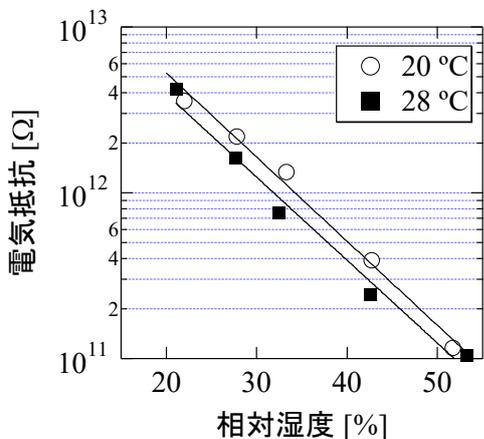

図 4 電気抵抗と相対湿度の関係
図 3 に 20 °C 及び 28 °C における異なる 5 つの湿度条件から得られた τ と絶対湿度との関係を示します。 τ は絶対湿度が高くなるにしたがい指数関数的に減少しました（これは相対湿度でも同じです）。また絶対湿度が同じでも温度によって τ は異なることがわかりました。ところで、 $\tau = RC$ (R は電気抵抗、 C は静電容量) なる関係が成り立つことが知られています。図 4 に示すように、実際に測定した和紙の R も相対湿度に対して指数関数的に
減少しました。図 3 の τ と図 4 の R から C はおよそ 1×10^{-10} ファラッド (F) と求まりました。ここで、この温度領域において C は一定とみなすことができました。したがって、同じ絶対湿度でも τ の値が温度によって異なるのは R の温度変化が原因であると考えられます。想像ですが、温度の上昇によって和紙の繊維を構成する高分子の分子振動が乱雑になり、繊維の表層を伝わる電荷の動きが抑制
気抵抗が $10^{11} \Omega$ のときは 50 秒で、 $10^{10} \Omega$ ならば 5 秒で、 $10^9 \Omega$ ならば僅か 0.5 秒程度で、いずれも帯電量がほぼゼロになります。つまり、抵抗値が小さければ小さいほど帯電量が早くゼロになります。この予測をもとに図 4 を用いて 1 秒も経たないうちに帯電量がほぼゼロになるような条件を考えると非常に高い湿度が必要になることがわかります。実際にその対策をするかどうかは別として、以上のような手法は静電気トラブルの回避対策に利用できるものと思われます。